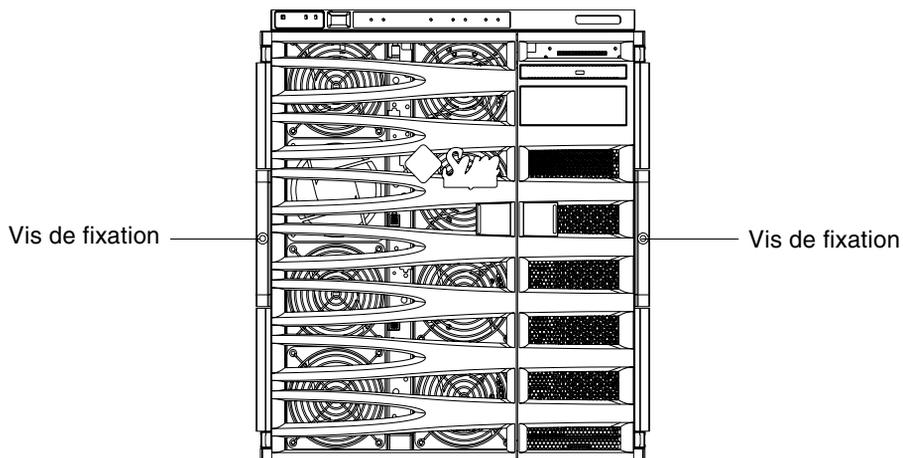

FIGURE 1-14 Serrage des vis de fixation
12. Serrez les deux vis de fixation à l'avant du serveur afin de fixer le serveur à l'armoire (voir FIGURE 1-14).